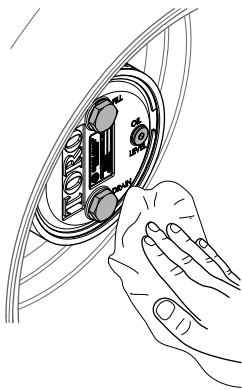

Figure 67
3. Essuyez soigneusement les carters de frein et de train planétaire (Figure 67).